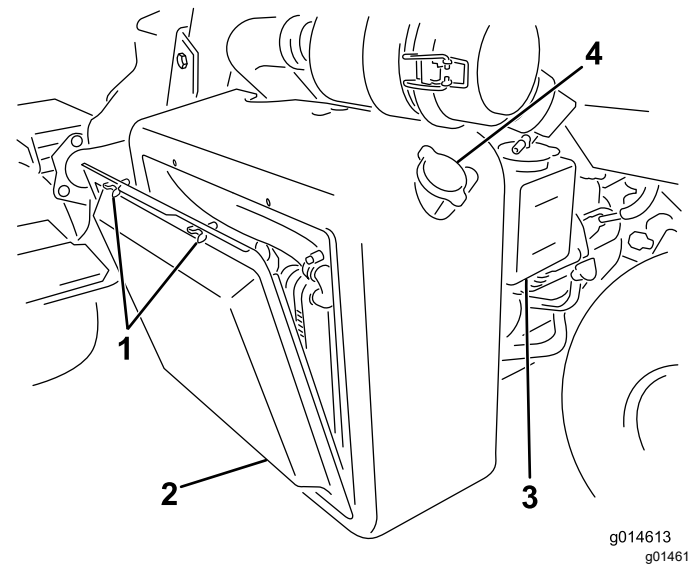
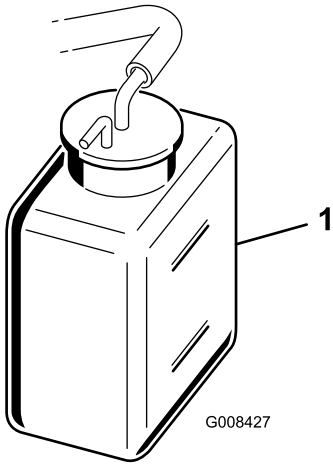

图 49
图 50
1. 拆下散热器吸风滤网图 49。
2. 检查冷却液液位图 49和图 50。